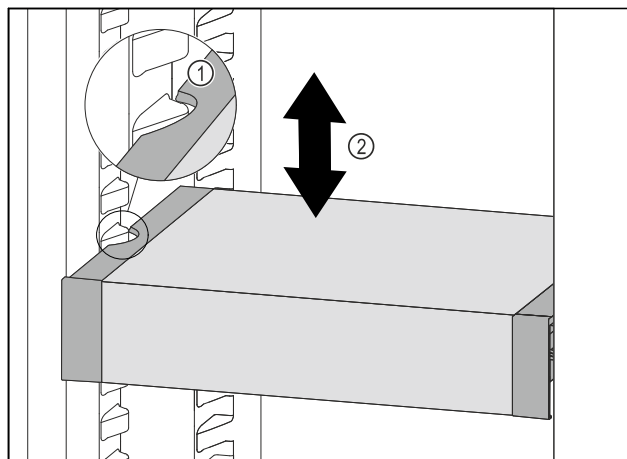

Fig. 103
- Tõmmake VarioSafe'i ettepoole, kuni VarioSafe'i külgmised väljalõiked asuvad jahutusosas anumaribi kõrgusel. Fig. 103 (1)
- Liigutage VarioSafe'i jahutusosas ülespoole või allapoole, kuni on saavutatud soovitud kõrgus. Fig. 103 (2)